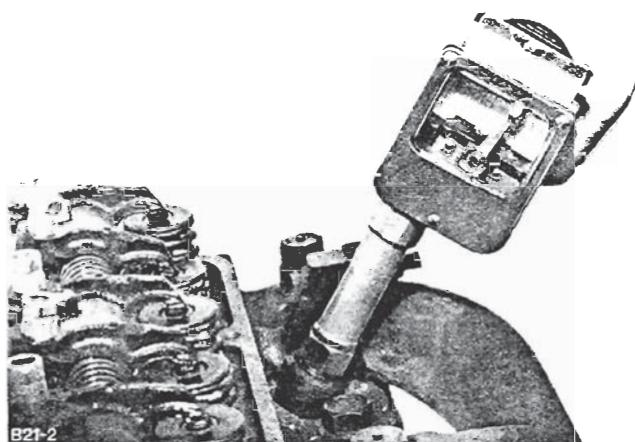

Fig. 4 - Kompressionsprøveapparat.
1. Træk tændkablerne af tændrørerne og afmonter tændrørerne. Stik kurvepapiret ind i prøveapparatet. Tryk prøveapparatet med dets gummitætningsring tæt ind i tændrørsåbningen, Fig. 4. Ved fuldt åbent gasspjeld drejes motoren med startmotoren, indtil viseren på prøveapparatet ikke stiger yderligere.